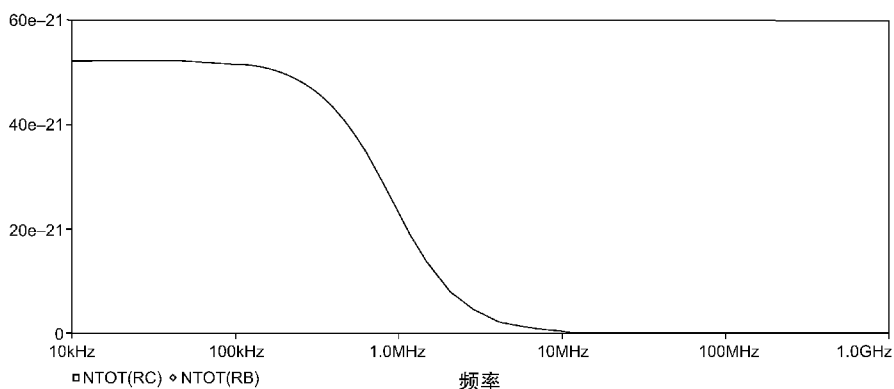

图 14.5 晶体管集电极和基极寄生电阻的噪声谱密度对比
5. 在屏幕图形显示窗口中添加晶体管基极寄生电阻的噪声谱密度曲线 NTOT (RB)。如图 14.5 所示，通过与晶体管集电极寄生电阻的噪声谱密度曲线对比，晶体管基极寄生电阻的噪声谱密度更大。